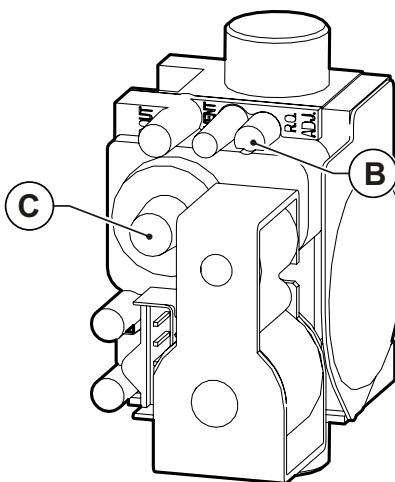

Fig. 36 Regulação do valor de gás carbónico
- Regule o valor do gás carbónico (CO₂) nos fumos, girando o regulador de relação **B** (veja Fig. 36 Regulação do valor de gás carbónico) e certifique-se de que esteja dentro dos limites da Tab. 1 Dados de calibração KR 45 e da Tab. 2 Dados de calibração KR 60.
- Regule o valor do gás carbónico (CO₂) nos fumos, girando o regulador de offset **C** (veja Fig. 36 Regulação do valor de gás carbónico) e certifique-se de que esteja dentro dos limites da Tab. 1 Dados de calibração KR 45 e da Tab. 2 Dados de calibração KR 60.